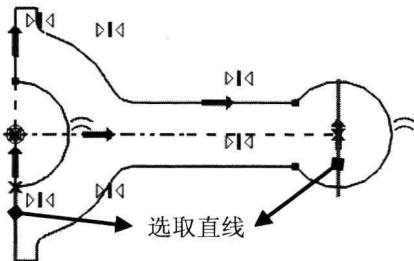
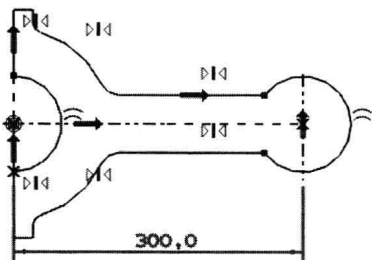

图1-18 选取直线
图1-19 创建尺寸
②01: 在菜单栏中选择“插入”→“尺寸”→“自动判断”命令, 或在“草图工具”工具栏中单击 (自动判断尺寸) 按钮。
②02: 选取如图1-18所示的两条直线, 修改尺寸值, 完成后如图1-19所示。